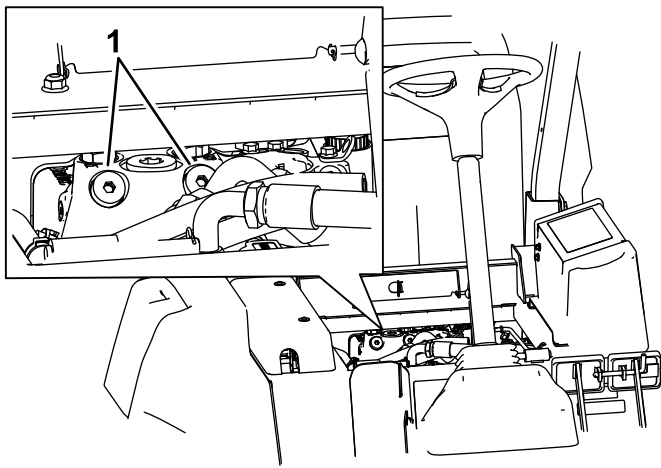

Figura 36
1. Levante el asiento y localice las válvulas de desvío, que están situadas debajo de la parte delantera del depósito de combustible (Figura 36).